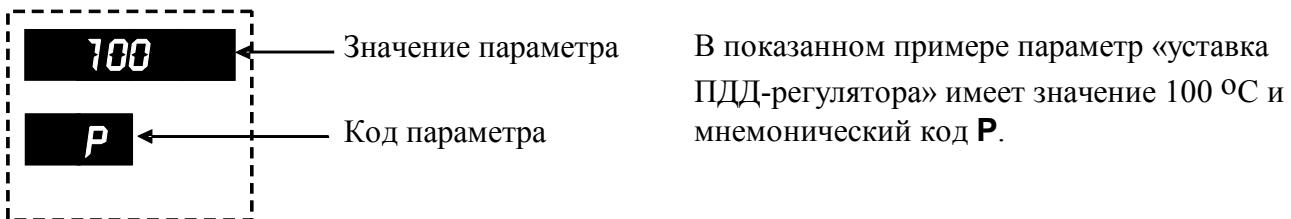

Рисунок 3.4 – Отображение параметров и кодов параметров на индикаторе
**Значение** параметра отображается на четырехразрядном измерительном индикаторе, **код** параметра отображается на двухразрядном индикаторе кодов параметров (рис. 3.4).